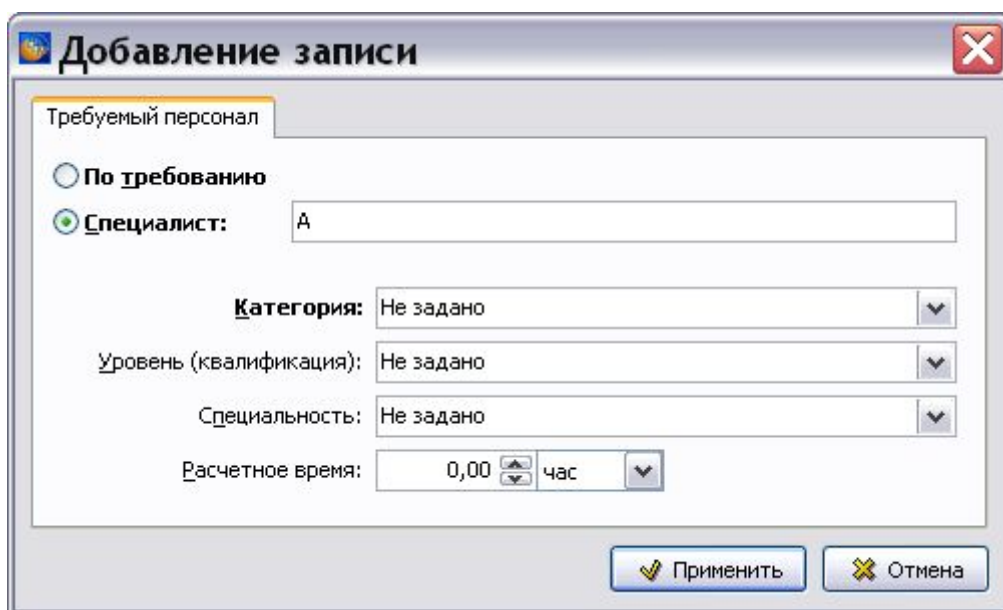

Рис. 5.38
2. Нажмите на кнопку **Добавить** . При этом появится окно **Добавление записи** (Рис. 5.38).